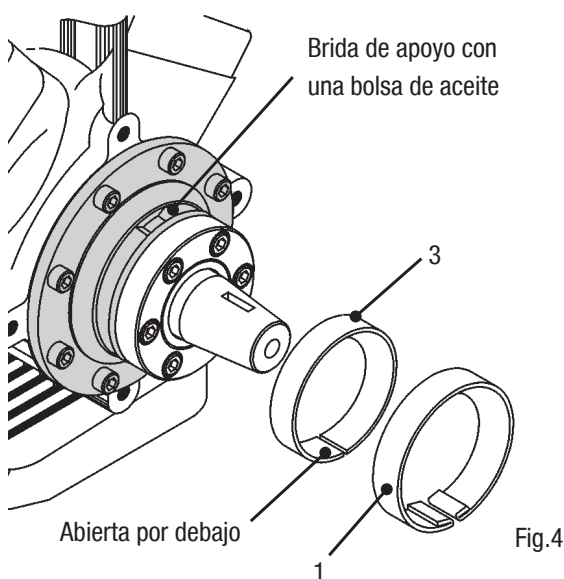

Fig. 4
- Si la brida de apoyo está dotada de una bolsa de aceite, debe insertarse la posición (véase fig. 4).